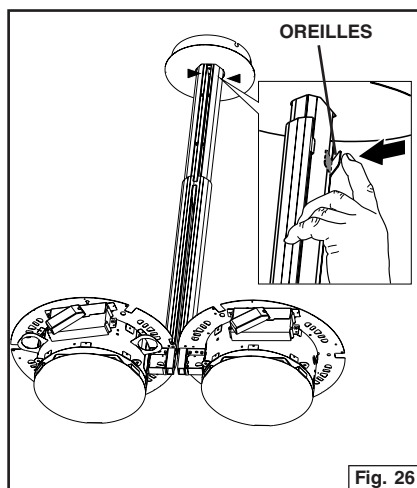

Fig. 26
4. Repliez les deux oreilles du couvercle du bras inférieur sur le couvercle du bras supérieur. Faites de même pour l'autre couvercle. Fig. 26.